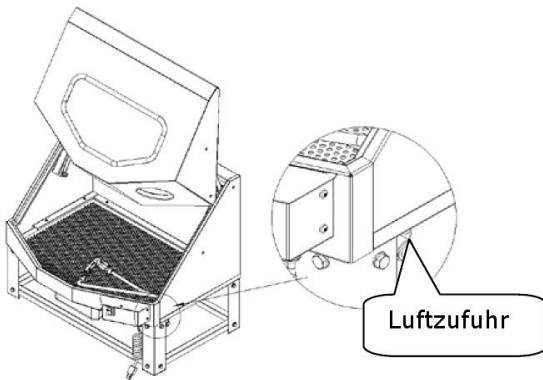

Abb. 6: Luftzufuhr Teilwaschgerätes TWG 1
Schritt 2: Schließen Sie einen Kompressor mit einem Schlauchdurchmesser 8 an der Unterseite des Teilwaschgerätes an (Abb. 6).